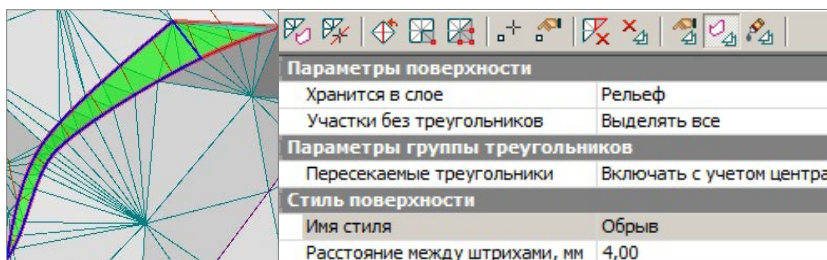

Рис. 6.23
- В окне параметров выберите стиль поверхности – **Обрыв** и добавьте треугольники в начале обрыва (рядом с точкой 91) – укажите их интерактивно (курсор ) (рис. 6.23).